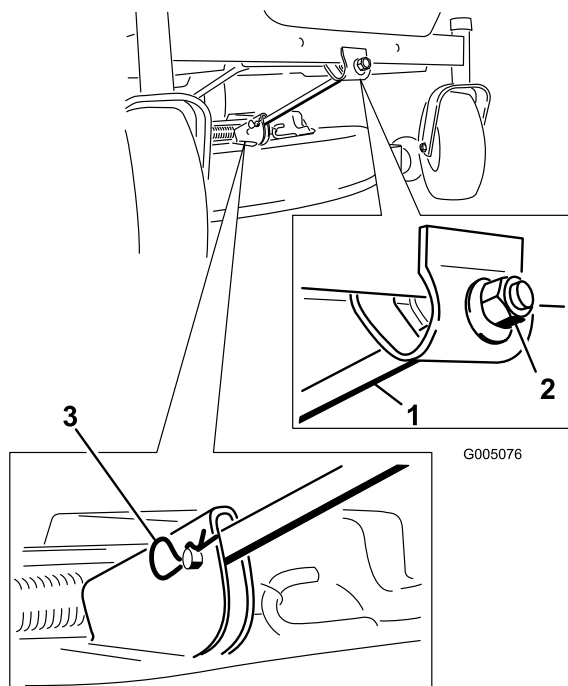

Figura 56
4. Retire el pasador y la chaveta de la varilla de soporte delantera (Figura 56). Baje cuidadosamente la parte delantera de la plataforma del cortacésped al suelo.
- Conecte la varilla de soporte delantera a la plataforma del cortacésped con el pasador y la chaveta (Figura 56).